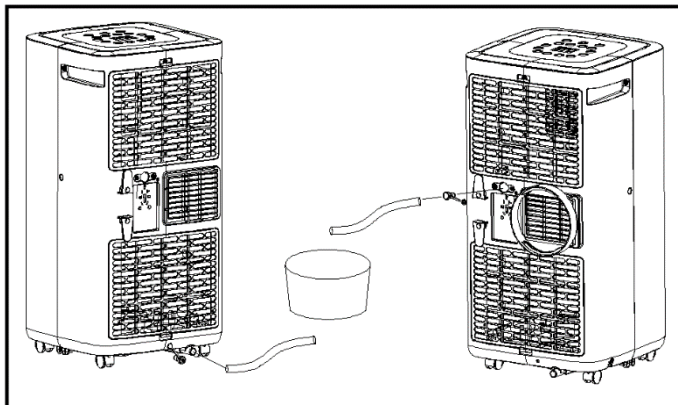

Fig. 4
- Drenagem contínua (somente no modo de desumidificação): Remova a tampa de borracha na parte inferior da unidade e conecte uma mangueira de drenagem à abertura. Deixe a água vazar em um recipiente (fig.4).